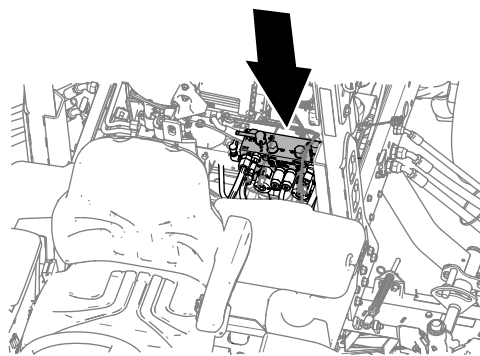

Figura 167
- Deplasați manetele de ascuire față, spate sau ambele manete în poziția R (de ascuire) (Figura 167).